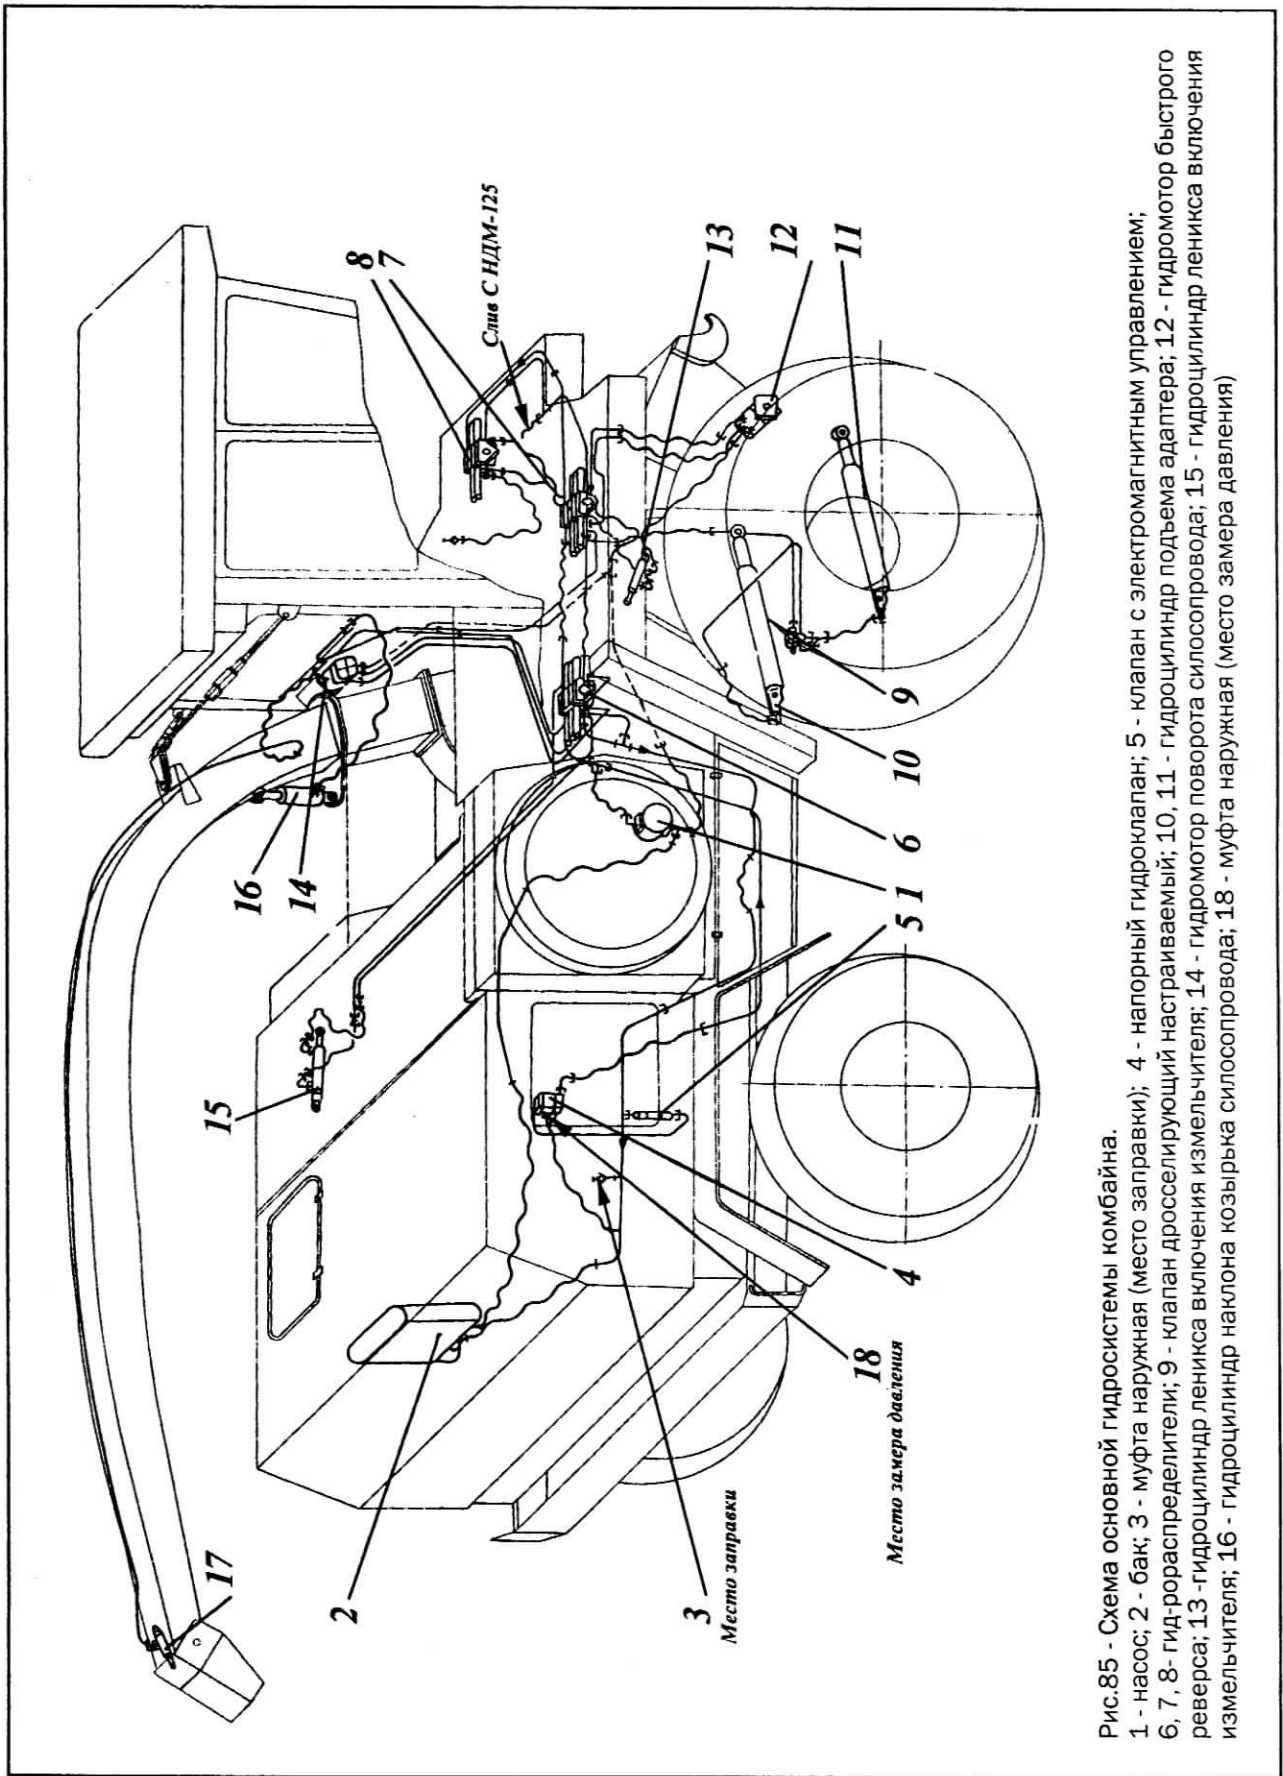

Рис.85 - Схема основной гидросистемы комбайна.
Основная гидросистема (рис.85) предназначена для подъема и опускания адаптера, изменения частоты вращения шнека подборщика, включения питающего аппарата, включения барабана, быстрого реверса питающего аппарата, поворота и наклона силопровода и наклона козырька силопровода.
3.5.1 Работа основной системы (рис.85).